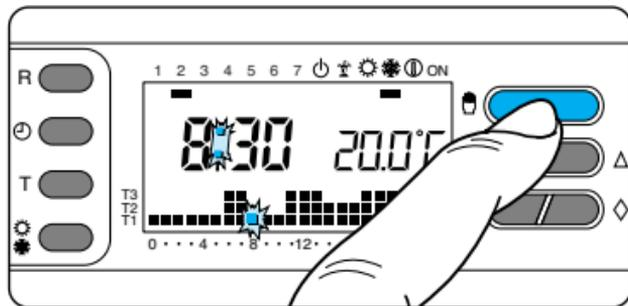

Fig. 44
8.7 -Terminata la programmazione, per ritornare immediatamente al giorno e all'ora in corso premere il pulsante ; in ogni caso, questo avviene automaticamente dopo 10 s dall'ultima manovra (fig. 44).